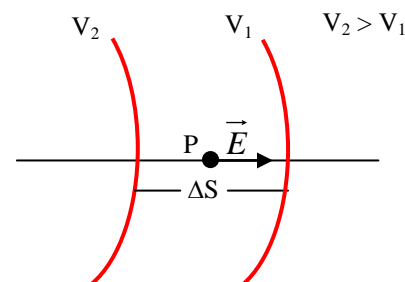

Figura 7.2
5. O vetor $\vec{E}(P)$ aponta o sentido decrescente do potencial conforme mostra a figura 7.2.